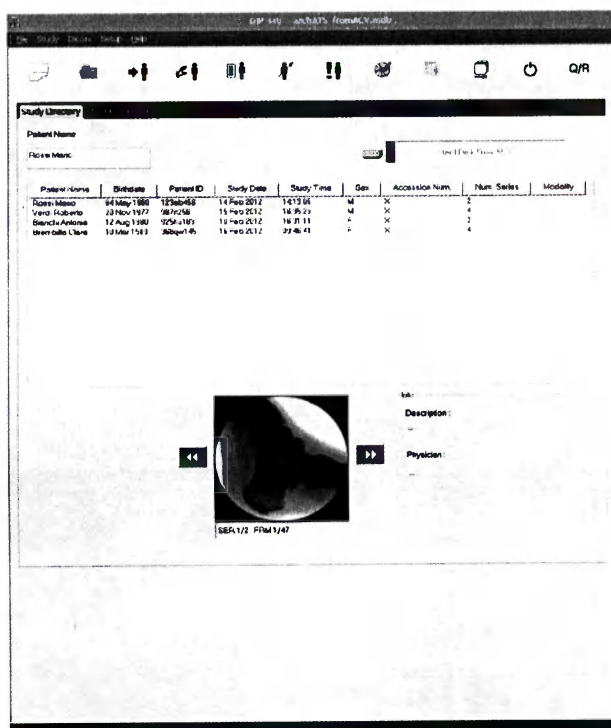

Рисунок 40
8.1.8 После включения стойки на рабочем мониторе отображается состояние запуска видеопроцессора (это продолжается около 3 мин). После завершения запуска появится **Список исследований** (см. рисунок 40).